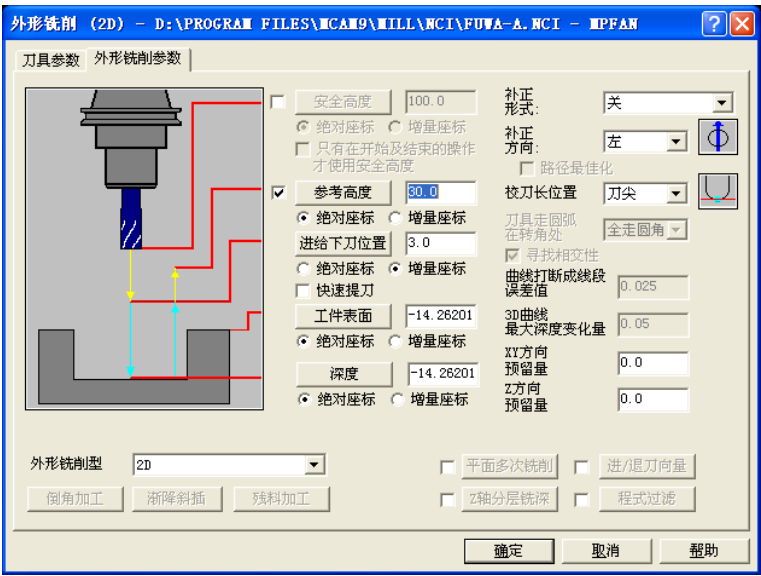

图 6-20 外形铣削参数
6) 将萤幕切换到俯视图，设定作图深度  $Z=0$ ，绘制水平线  $Y=-2$ ，起点和终点保证刚好切削到残留的余量。选择“外形铣削(2D)”，加工该直线。刀具参数、参考高度和进给下刀位置等均同步骤 5)，工件表面：-14.26201，深度：-14.26201，XY 方向预存量：0.0，Z 方向预存量：0.0，补正形式选择“关”，不勾选“进/退刀向量”，其余默认，如图 6-20 所示。